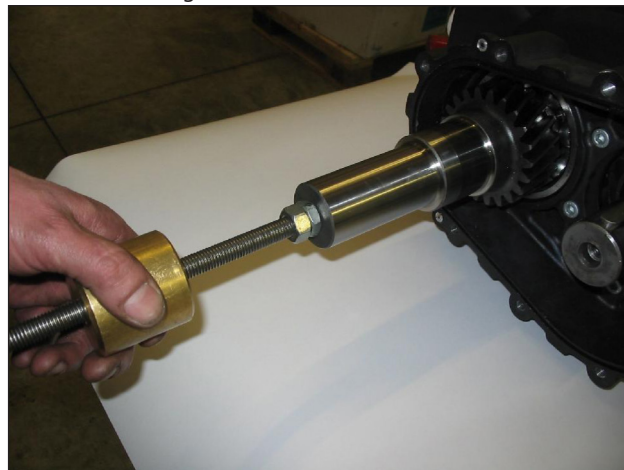

Fig. 20
- Togliere il pignone utilizzando un estrattore a massa battente da applicare al foro M12 (Fig. 20).